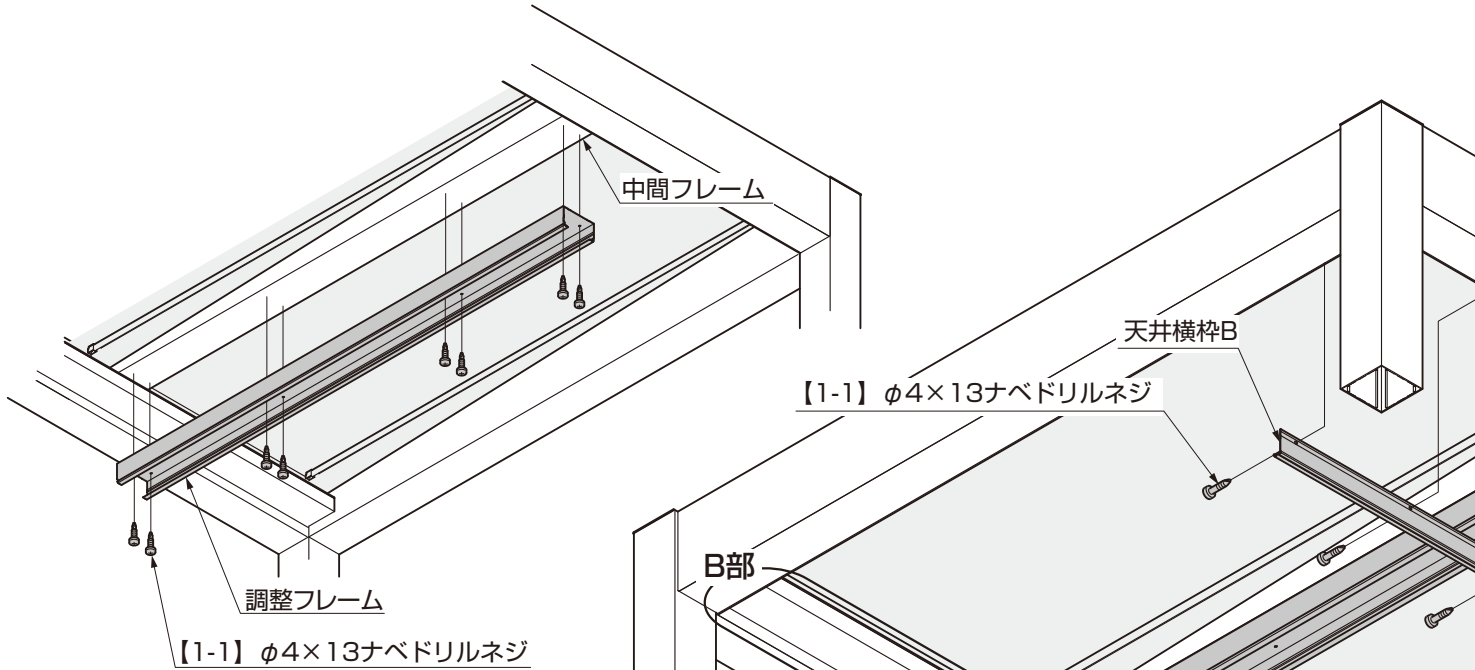

図4-1 2スパン以上の場合
①2スパン以上取付けの場合は、調整フレームを中間フレームに【1-1】で取付けてください。(図4-1参照)